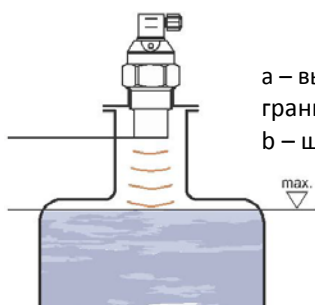

Рис. 2: Мёртвая зона уровнемера
- В связи с принципом измерения не могут анализироваться сигналы, отраженные в области непосредственно под уровнемером (т.н. мертвая зона). Мертвая зона (рис. 2) — это минимальное возможное расстояние между уровнемером и максимальным уровнем контролируемой среды. Минимальное удаление среды приведено в главе «Основные технические данные».